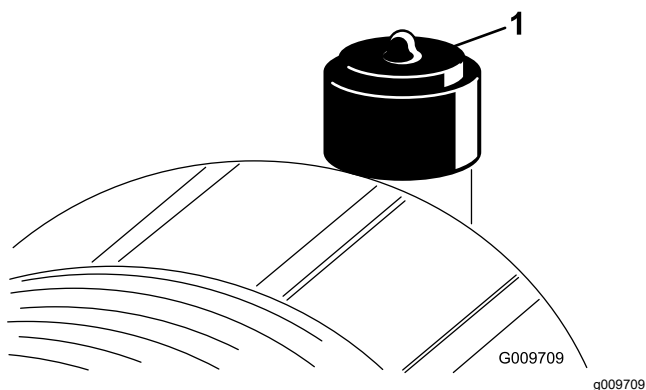

Figure 90
Faites l'entretien du filtre à air uniquement quand l'indicateur de colmatage indique que cela est nécessaire (Figure 90). Ne remplacez pas le filtre à air plus fréquemment que nécessaire ; cela ne fait qu'accroître le risque de contamination du moteur par des impuretés quand le filtre est déposé.
2. Réarmez l'indicateur de colmatage (Figure 90) s'il est rouge.